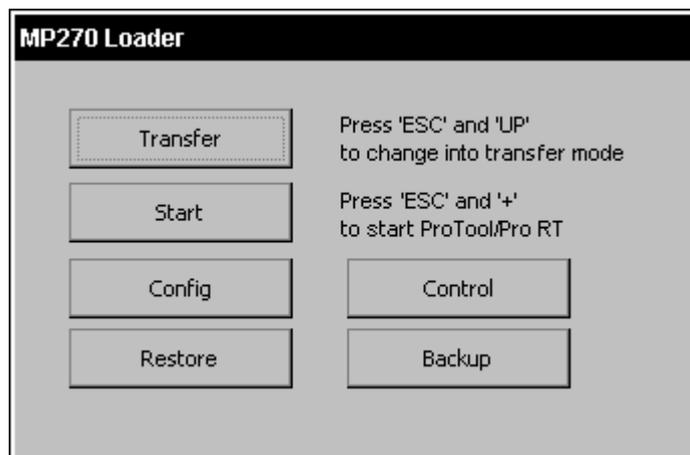
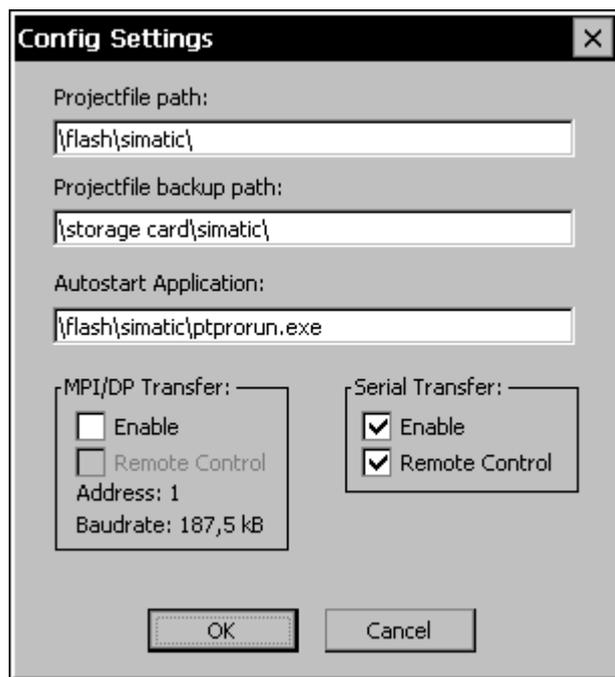

Figura 3-1 Menú inicial del MP270
Figura 3-2 Menú de configuración del MP270
Para finalizar el software Runtime pulsar el elemento de mando que en la configuración esté vinculado con la función *Finalizar_Runtime*. Esperar hasta que el MP270 muestre el menú inicial (figura 3-1, página 3-7) y recién después de esto desconectar la tensión de alimentación.
2	Conectar, según el ajuste en el menú de configuración (figura 3-2, página 3-8) el interfase IF2 (en serie) o el IF1B (MPI/PROFIBUS-DP) del MP270 al ordenador de configuración por medio de un cable estándar adecuado.
3	En caso de necesidad, en el menú de configuración (figura 3-2, página 3-8) verificar el ajuste de la interfase y dado el caso hay que adaptarla.
4	En la fase de arranque del MP270 se visualiza brevemente el menú representado en la figura 3-1 (página 3-7). Pulsar el botón de comando Transferencia para que antes del arranque se conmute el equipo de operación al modo de transferencia. El equipo de operación mostrará el aviso Connecting to host hasta que recepcione datos del ordenador de configuración o se pulse el botón de comando Cancel . Si no aparece el aviso Connecting to host es muy probable que las opciones para el modo de transferencia estén mal ajustadas (ver la página 3-8).
Durante el funcionamiento del MP270 éste se puede conmutar automáticamente al modo de transferencia tan pronto como en el ordenador de configuración conectado se inicie una transferencia. Esta posibilidad se recomienda de forma especial para la fase de test de una nueva configuración, ya que la transferencia se realiza sin tener que intervenir en el MP270. El requisito para esto es que se realicen los siguientes ajustes en el menú de configuración (figura 3-2, página 3-8):
Después de la fase de puesta en servicio desconectar la posibilidad de una transferencia automática, para que durante el funcionamiento de una instalación no se conmute involuntariamente el MP270 al modo de transferencia. Para ello desactivar las opciones *MPI/DP Transfer Remote Control* y *Serial Transfer Remote Control* en el menú de configuración del MP270 (figura 3-2, página 3-8).
- en el menú de configuración (figura 3-2, página 3-8) se ha ajustado la tarjeta de memoria en *Projectfile path*
El ajuste de las opciones para el modo de transferencia se puede realizar únicamente en la fase de arranque del MP270. En la fase de arranque se visualiza brevemente la figura 3-1 representada en el menú inicial. Pulsar el botón de comando *Config* para llamar al menú de configuración representado en la figura 3-2.
Con el botón de comando *OK* confirmar los ajustes actuales para las opciones de transferencia. El menú de configuración se cierra y se visualiza el menú inicial representado en la figura 3-1.
Con el botón de comando *Cancel* se cierra el menú de configuración y se cambia al menú inicial representado en la figura 3-1. Las modificaciones que se eventualmente se hayan hecho en los ajustes serán anuladas.